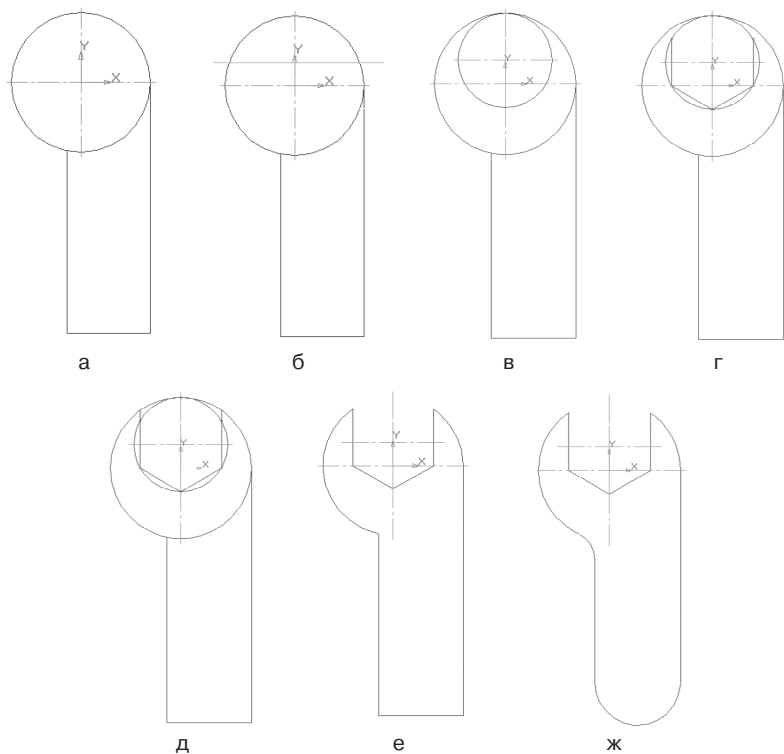

Рис. 103. Построение чертежа плоской детали с элементами сопряжения
- постройте отрезок вертикально вверх до окружности. Сработает глобальная привязка **Пересечение** (рис. 103, а);
- с помощью  – Параллельных прямых **Панели расширенных команд** раскрывающейся из кнопки **Вспомогательная прямая** найдите центр второй окружности. Радиус первой окружности 30 мм ($\varnothing = 60$ мм), радиус второй окружности 20 мм ($\varnothing = 40$ мм), они соприкасаются верхней точке пересечения с осью симметрии, значит, расстояние между центрами можно рассчитать $30 - 20 = 10$. Таким образом, укажите горизонтальную ось симметрии и разведите параллельные прямые на расстояние 10 мм. Подтвердите только верхнюю прямую (рис. 103, б);
- удалите вспомогательную прямую (рис. 103, в);
- с помощью **Непрерывного ввода объекта** соедините точки, отключив команду **Ортогональное черчение** (рис. 103, г);
-  – **Отрезок, Ортогональное черчение**. Продолжите отрезок вертикально вверх с двух сторон до пересечения с окружностью радиусом 30 мм (рис. 103, д);
- удалите часть окружности (рис. 103, е);
- выполните сопряжение прямых углов радиусом 18 мм (рис. 103, ж).